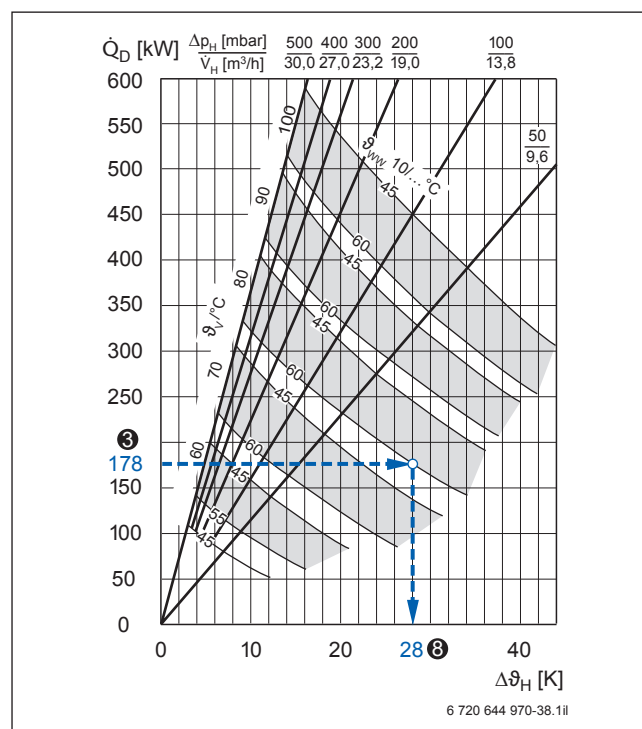

Bild 49 Warmwasser-Dauerleistung Logalux LTN2500 und LTN3000; Beispiel blau hervorgehoben (Vorlage → Bild 86, Seite 115)
Aus dem Dauerleistungsdiagramm für Warmwasserspeicher Logalux LTN2500 und LTN3000 ist ausgehend von der effektiven Anschlussleistung ❸ die heizwasserseitige Temperaturdifferenz $\Delta\vartheta_H = 28 \text{ K}$ ❺ abzulesen (Beispiel → Bild 49).